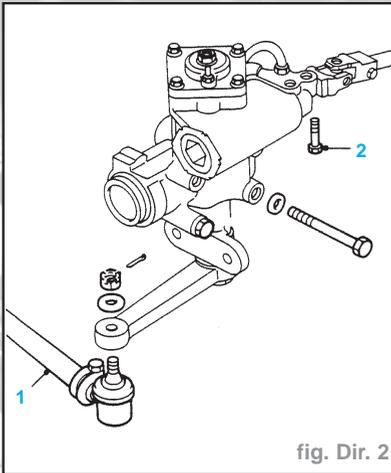

fig. Dir. 2
- Désaccoupler la barre de direction (1) du levier de direction à l'aide d'un extracteur approprié (Fig. Dir. 2).